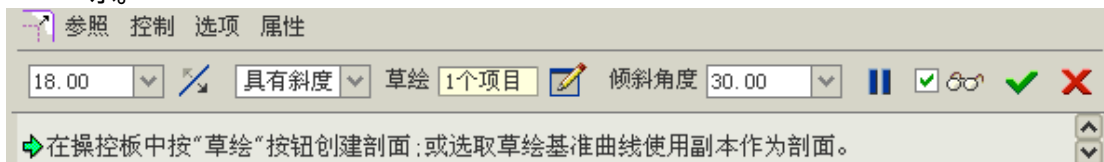

图 59-7
(2) 单击菜单【编辑】 【偏移】选项，打开偏移特征操控板，各选项设置如图 59-7 所示。